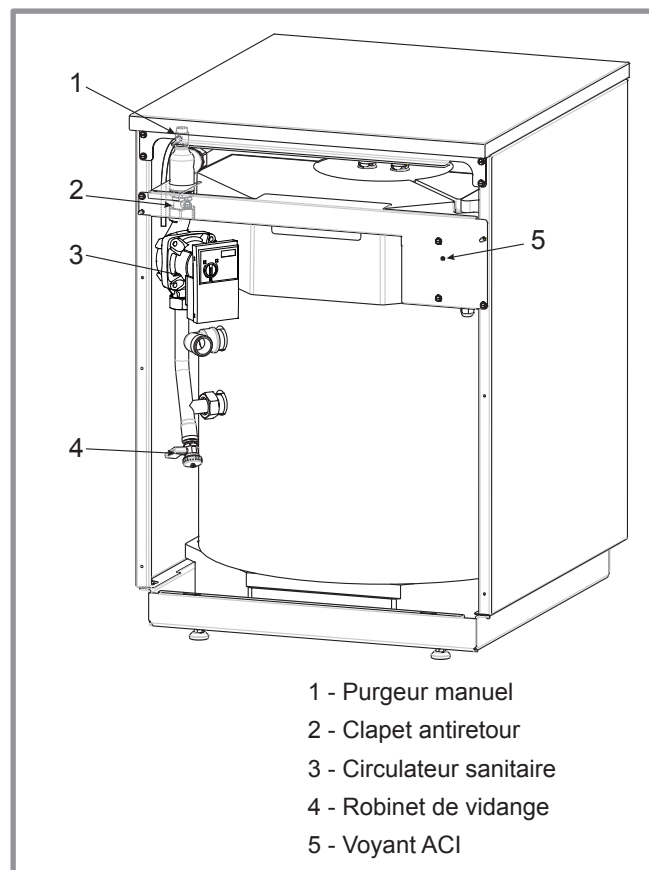

figure 18 - Organes de l'appareil
Le voyant clignotant indique que le système est bien sous tension (rep. 5, *figure 18*).
- Débrayer le(s) clapet(s) antiretour (rep. 2, *figure 18*).
- Ouvrir le purgeur (rep. 1, *figure 18*) jusqu'à l'obtention d'un jet d'eau continu, puis refermer le purgeur et le(s) clapet(s) antiretour..
- Ouvrir le robinet de vidange du ballon (rep. 4, *figure 18*).